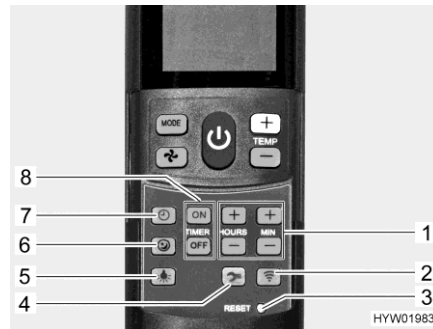

Fig. 141 Telecomando con tasti di impostazione (impianto di climatizzazione)
- Premere il tasto funzionamento silenzioso (Fig. 141,6). Durante il raffreddamento la ventola funzionerà ad un numero di giri inferiore, pertanto risulterà meno rumorosa.
- Premere il tasto ora (Fig. 141,7).
- Impostare le ore e i minuti con i tasti (Fig. 141,1).
- Premere il tasto "ON" (Fig. 141,8).
- Premere i tasti per l'impostazione degli orari (Fig. 141,1) fino a che non è stato raggiunto l'intervallo orario desiderato per l'accensione.
- Premere il tasto "OFF" (Fig. 141,8).
- Premere i tasti per l'impostazione degli orari (Fig. 141,1) fino a che non è stato raggiunto l'intervallo orario desiderato per lo spegnimento.
- Premere di nuovo il tasto "ON" o il tasto "OFF" (Fig. 141,8).
- Premere il tasto luce (Fig. 141,5). La luce viene accesa all'ultimo livello di regolazione impostato.
- Premere e tenere premuto il tasto luce (Fig. 141,5), finché non si raggiunge la luminosità desiderata.
- Premere il tasto luce (Fig. 141,5).
- ▷ Il tasto Setup (Fig. 141,4) permette di collegare il telecomando all'impianto di climatizzazione al omento della prima messa in funzione.